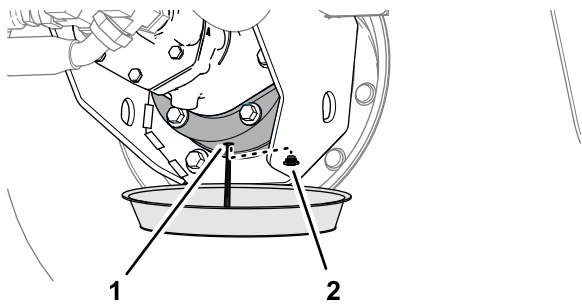

Figura 87
6. Coloque un recipiente debajo del alojamiento del freno, retire el tapón de vaciado y deje que se drene el aceite totalmente (Figura 87).